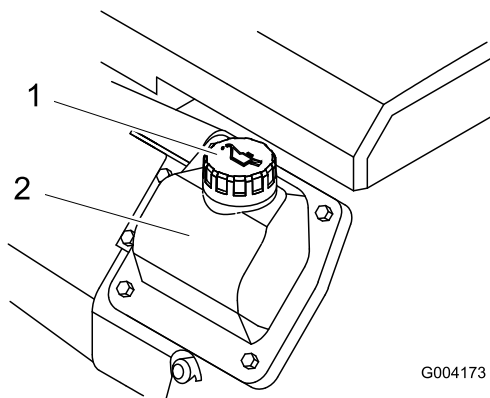

Figura 16
8. Si el nivel de aceite es bajo, limpie alrededor del tapón de llenado y retire el tapón (Figura 16).